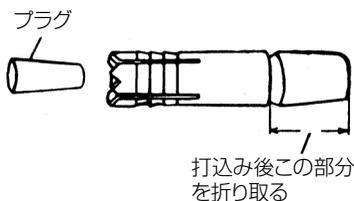

図 6
- (1) 自穿孔アンカー（図 6）をアンカーアダプタ に取付けます。